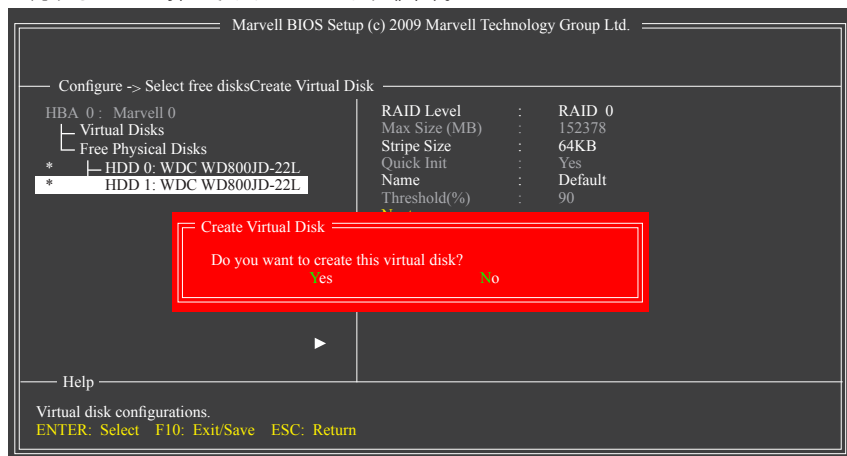

図 5
4. **Next (次へ):** 上の設定を完了した後、**Next** に移動して<Enter>を押してアレイの作成を開始します。ボリュームの作成を確認するように求めるメッセージが表示されたら、<Y>を押して確認するか<N>を押してキャンセルします(図5)。